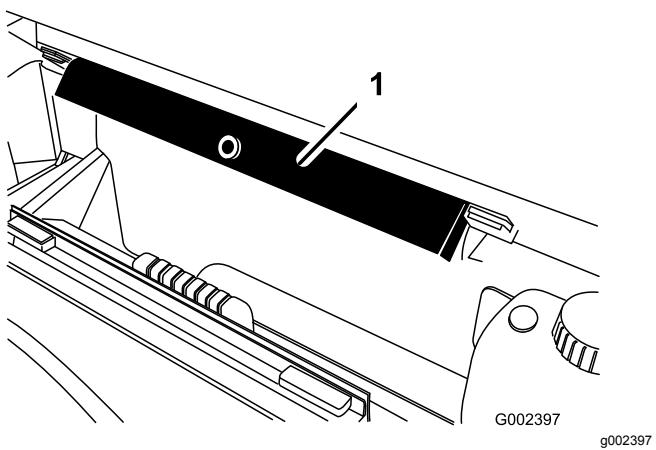

Figure 14
9. Sortez la béquille de sécurité des supports de rangement au dos du panneau du système ROPS (Figure 14).